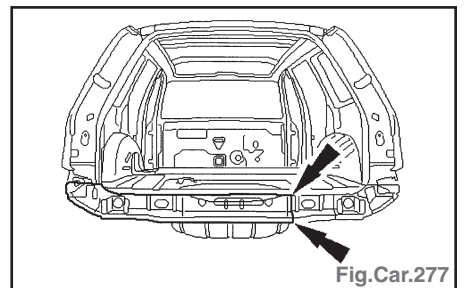

Fig.Car.277
- Souder en cordon continu sous gaz protecteur (Fig.Car.277).